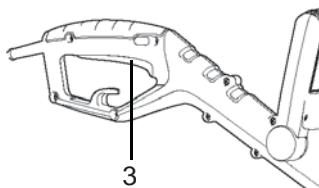

Imagen.8
1. Compruebe que el interruptor de encendido/apagado (3) está en la posición apagar (Imagen 8).